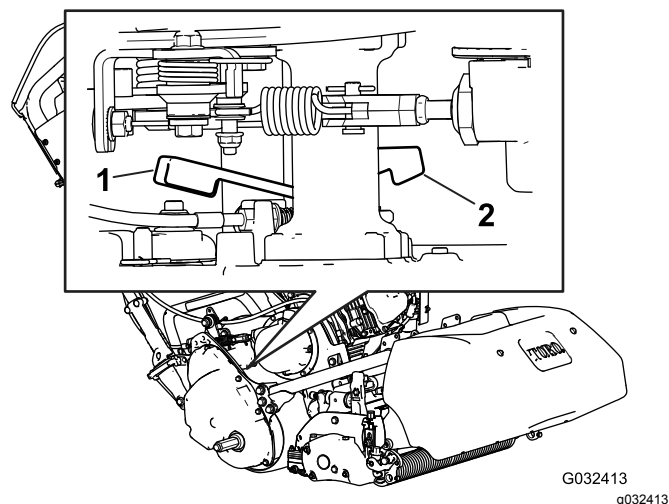

Figura 30
1. Sull'angolo posteriore destro della macchina, individuate la leva di innesto/disinnesto della trazione, vicino al tamburo di alloggiamento della trasmissione (Figura 30).